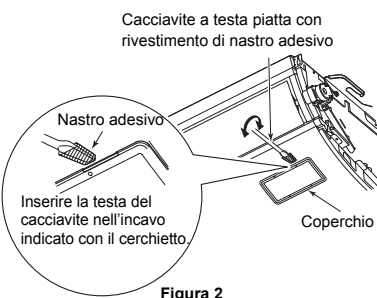

Figura 2
2. Avvolgere con del nastro adesivo la testa di un cacciavite piatto e rimuovere il coperchio inserendola a forza nell'incavo indicato con il cerchietto (facendo attenzione a non danneggiare il pannello). (Figura 2)